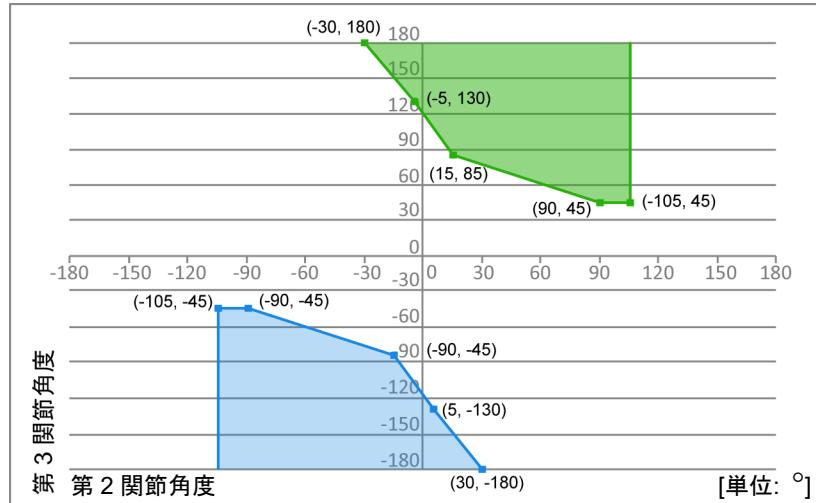
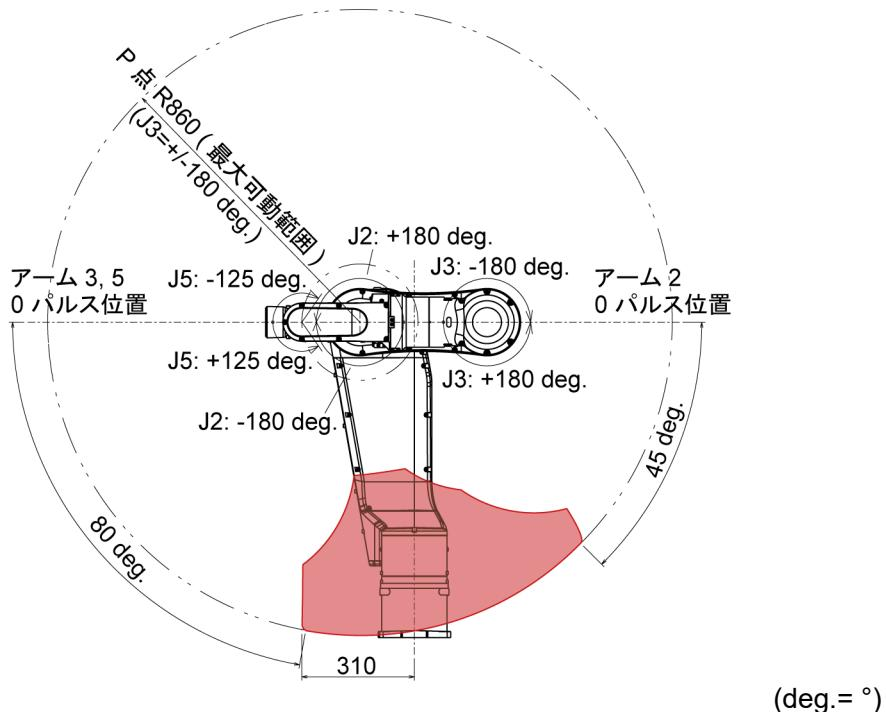

図 1: 関節角度の組み合わせ制限
図 2: “エラー: 4066, 4248” が発生するエリア
**目標位置が、関節角度の組み合わせ制限エリア (図1: 青、緑) にある場合**
緑と青のエリア(図 1)が、赤のエリア(図 2)です。
マニピュレーターが赤エリア(図2)へ進入した場合、“エラー: 4248”が発生します。PTP動作で発生します。
“エラー: 4248”的発生後、オレンジエリア(図4)外へPTP動作をさせたにも関わらず、“エラー: 4248”が発生することがあります。この場合、マニピュレーターは、赤エリア(図2)に進入しています。JointモードのJog動作で第2関節、または第3関節を動作させ、赤エリア外にマニピュレーターを移動させてください。